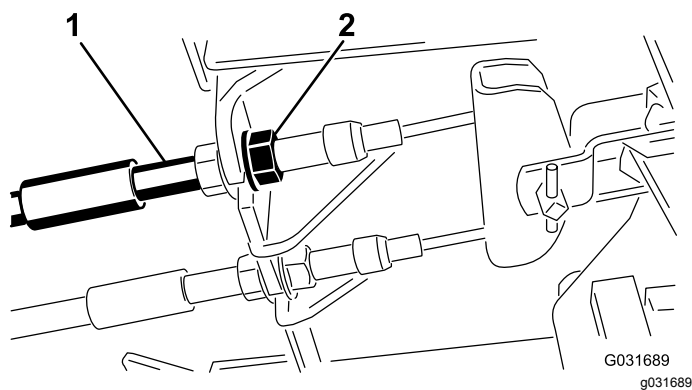

Figure 52
1. Pour réduire la garde aux pédales de frein, serrez les freins en desserrant l'écrou avant sur l'extrémité fileté du câble de frein (Figure 52).